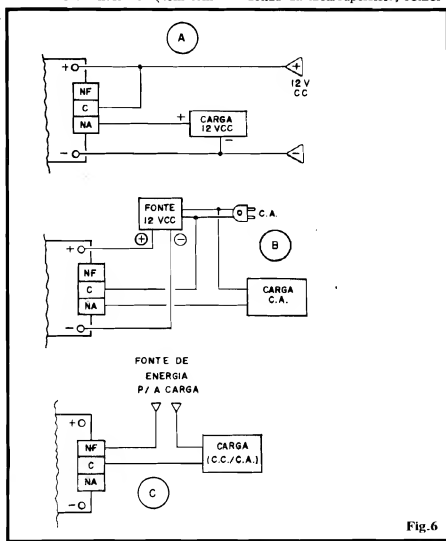

Fig. 6
- FIG. 6 - COMO UTILIZAR A SAÍDA DO SPOTA** - A placa do SPOTA mostra, como plenamente disponíveis, todos os três contatos de utilização do relê (C-NF-NA). Tendo em conta que o contato neutro ou comum (C), está normalmente "ligado" ao contato NF, alternando a conexão para o contato NA apenas quando ocorre a energização do relê (durante o toque ou aproximação ao sensor...), não é difícil imaginar um bom aproveitamento das opções de saída do circuito... Vejamos alguns exemplos: